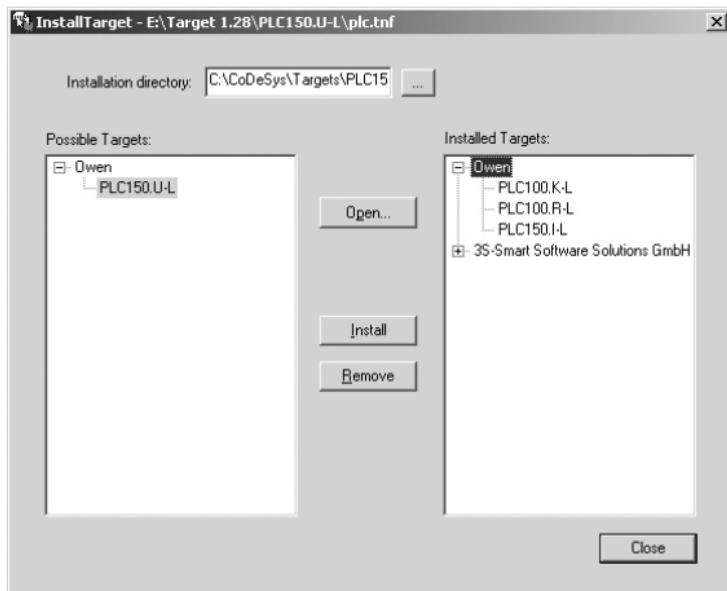

Рисунок 6.1 - Окно «InstallTarget» утилиты InstallTarget
1) В открывшемся при запуске утилиты **InstallTarget** окне (рисунок 6.1) – нажать кнопку Open и указать путь доступа к инсталлируемому Target-файлу (имеющему расширение *.tnf, Target Information File). Target-файлы контроллеров ОВЕН ПЛК150 находятся на компакт-диске, поставляемом с контроллером, в папке «Target» или могут быть скачаны с сайта www.owen.ru. При скачивании с сайта папку с Target-файлами надо разархивировать и сохранить на жестком диске ПК.